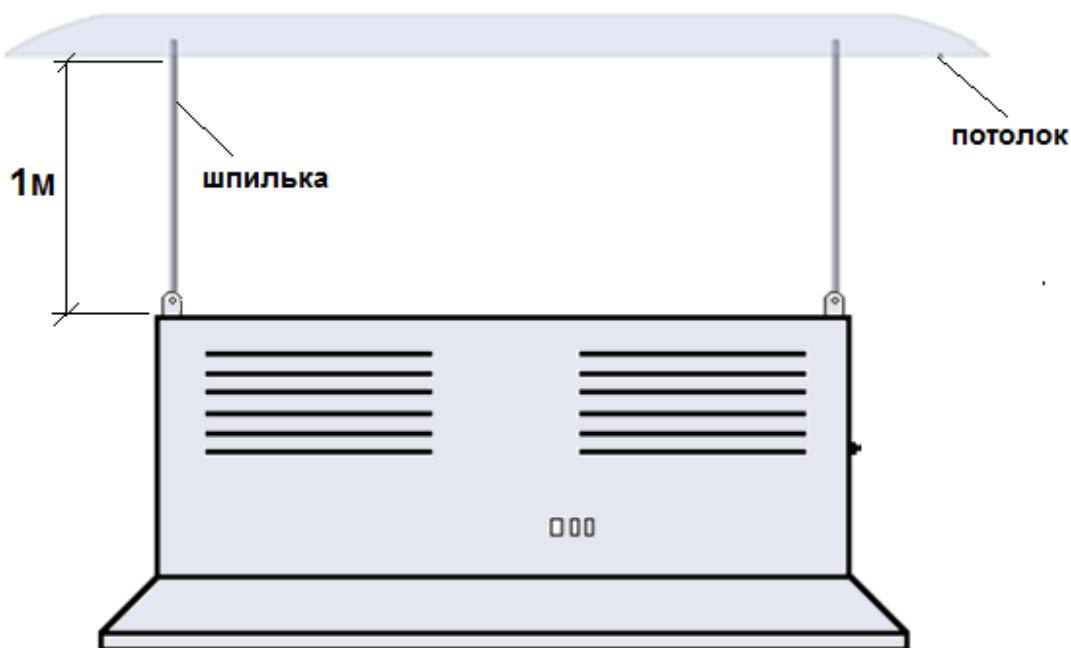

Рис. 5. Монтаж Очистителя на шпильки.
- е. Монтаж установки осуществляется на шпильки (Рис. 5) или любым другим способом обеспечивающим условия предыдущих пунктов.